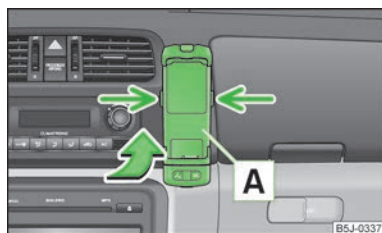

Fig. 93
- Introducir primero el adaptador **A** en el sentido de la flecha » fig. 93 en el soporte hasta el tope. Presionar ligeramente el adaptador hacia abajo hasta que enclave de modo seguro.
- Presionar los enclavamientos laterales del soporte simultáneamente » fig. 93 y extraer el adaptador con el teléfono.